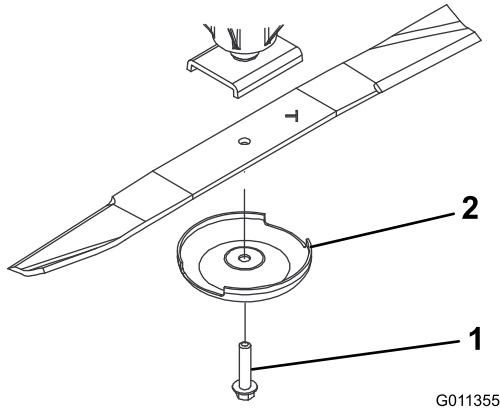

図 14
- ぼろきれや厚いパッドの入った手袋を使ってブレードの端部をしっかりと握る。スピンドルのシャフトからブレードボルト、芝削り防止カップ、ブレードを取り外す（図 14）。
- ブレードを取り付ける時は、セール（立ち上がっている部分）がカッティング・デッキの天井を向くように取り付け、芝削り防止カップをつけてブレード・ボルトで固定する（図 14）。各ブレード・ボルトを 85~110 ft.-lb (115~150 Nm = 11.7~15.2 kg.m) にトルク締めする。